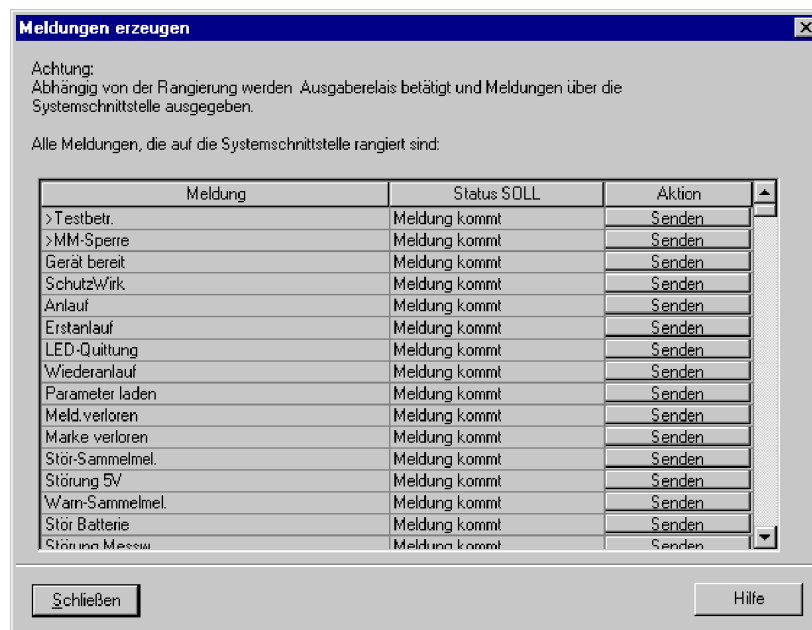

Bild 3-32 Schnittstellentest mit der Dialogbox: Meldungen erzeugen – Beispiel
- Doppelklicken in der Listenansicht auf **Meldungen erzeugen**. Die Dialogbox **Meldungen erzeugen** wird geöffnet (siehe Bild 3-32).